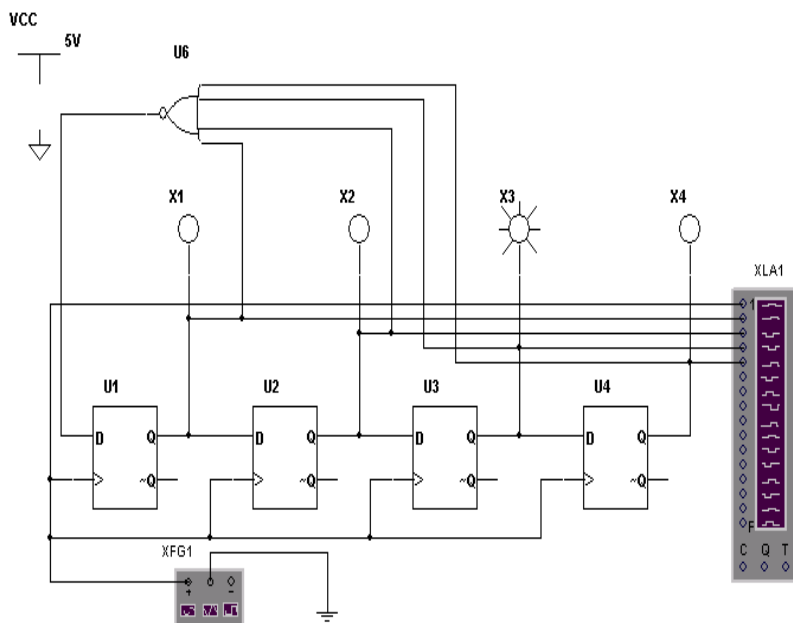

Рис. 38. Четырехразрядный регистр сдвига с автоматической записью единицы
1. Нарисовать схему четырехразрядного регистра сдвига с автоматической записью единицы в первый разряд регистра (рис. 38).